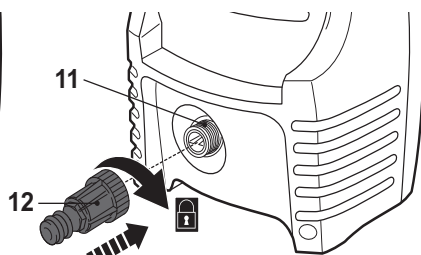

Fig. 12
- > Înfiletați racordul furtunului de apă (12) în admisia apei (11) (Fig.12).